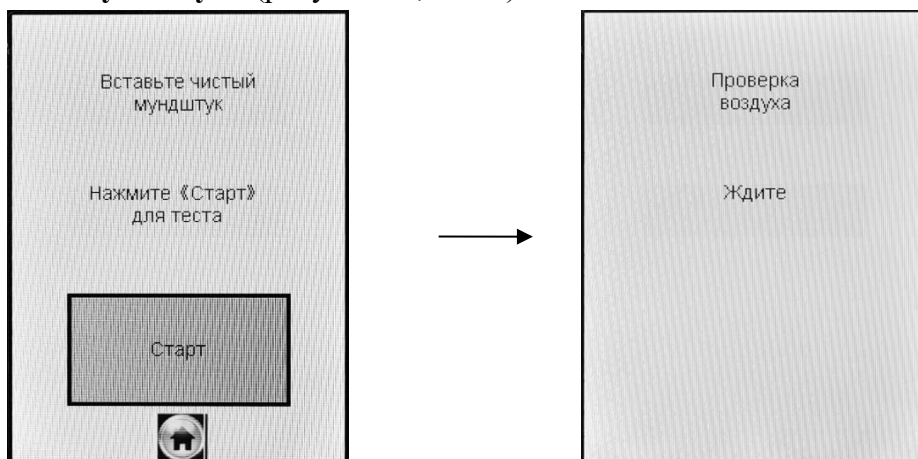

Рисунок 15 – Начало процедуры измерения
2.7.6 Когда данные всех полей будут введены, на экране появится окно с сообщением «Вставьте чистый мундштук» (рисунок 15, слева).
В этот момент происходит отбор пробы воздуха (слышен двойной щелчок срабатывания заборной системы) для выполнения автоматической проверки отсутствия этанола и других компонентов, которые могут оказать влияние на показания анализатора, в окружающем воздухе, в заборной системе анализатора и в мундштуке (рисунок 15, справа):
пункта-иконки . На экране появится сообщение «Вставьте чистый мундштук» (рисунок 15).